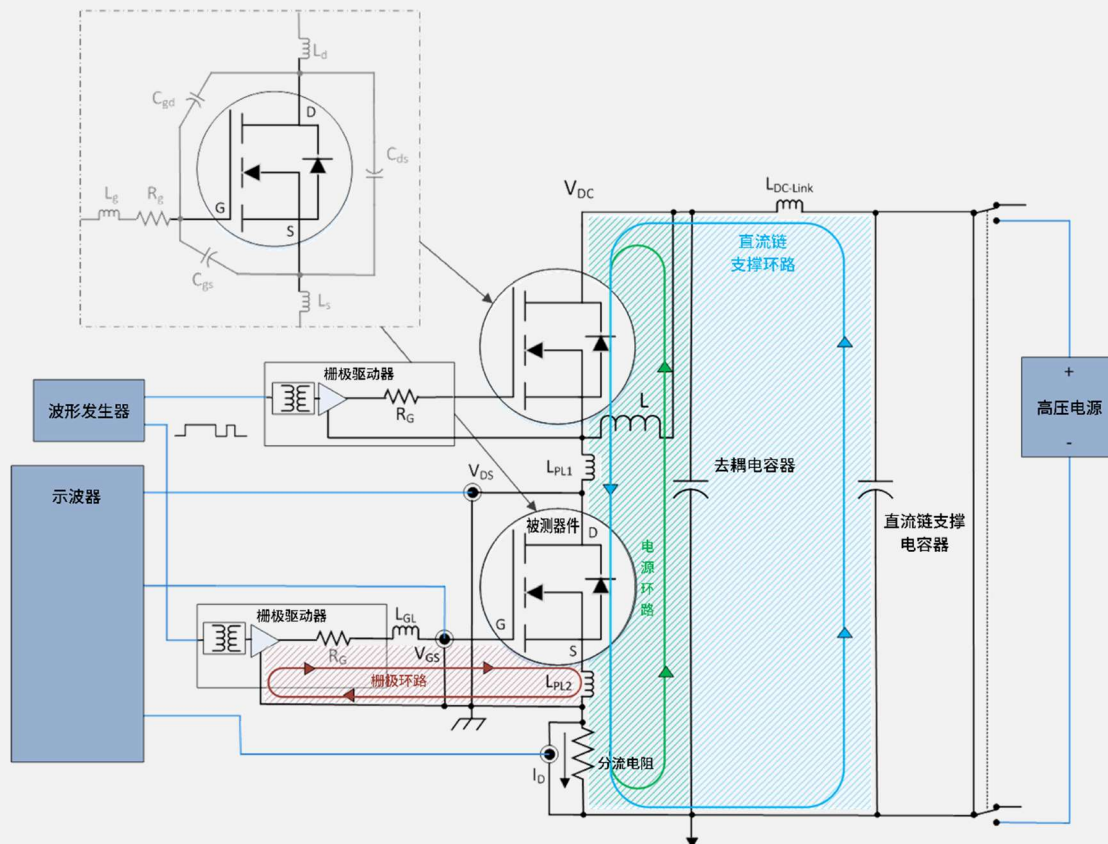
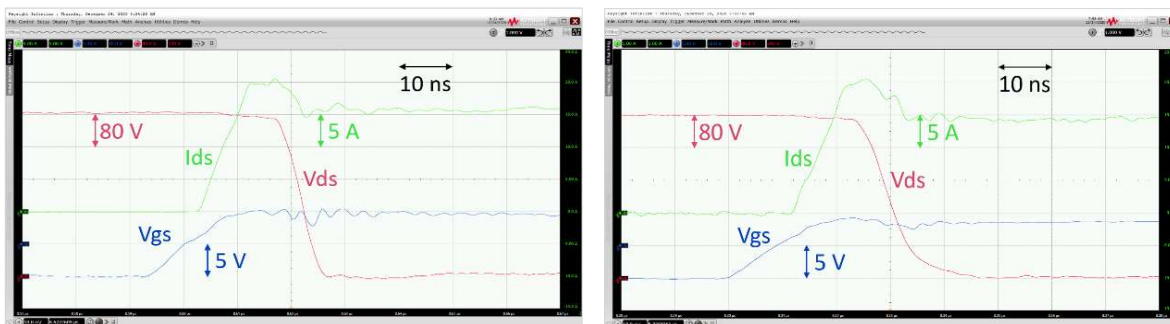

图 4. 双脉冲测试电路，包括夹具和器件寄生效应。
图 8. 是德科技 R2GC 可更换  $R_g = 1\Omega$  (左)，焊接  $R_g = 1\Omega$  (右)。
正如之前所述，PD1500A 因其具有模块化体系结构及独立的被测器件电路板、栅极驱动器电路板、直流支撑电容器和自动负载电感器，所以无需定制即可为 Si、IGBT 和 SiC 提供可配置的解决方案。不过，该设计在夹具中存在太多寄生效应，因此无法有效测试 GaN 器件。一个最重要的要求是，尽量降低功率环路、栅极环路以及直流支撑环路电感，以实现可重复且可靠的测量（参见图 4，节选自 2020 年 4 月《Bodo's 功率系统®》，第 36-39 页“克服表征高速功率半导体器件的挑战”，[www.bodospower.com](http://www.bodospower.com)）。
- **栅极电阻器 ( $R_g$ )**——当为标准 DPT 测试、栅极电荷 ( $Q_g$ ) 测量以及动态  $R_{ds(on)}$  测量确定合适的阻尼量时，更换栅极电阻是常见的做法。不过， $R_g$  位于栅极环路 (图 4) 内，任何寄生效应都会影响 GaN FET 开关的控制。与被测器件连接方法相似，是德科技开发了一种 R2GC 可更换  $R_g$  技术，该技术无需通过拆焊和焊接改变栅极电阻器，便能提供与焊接  $R_g$  等效的性能 (图 8)。